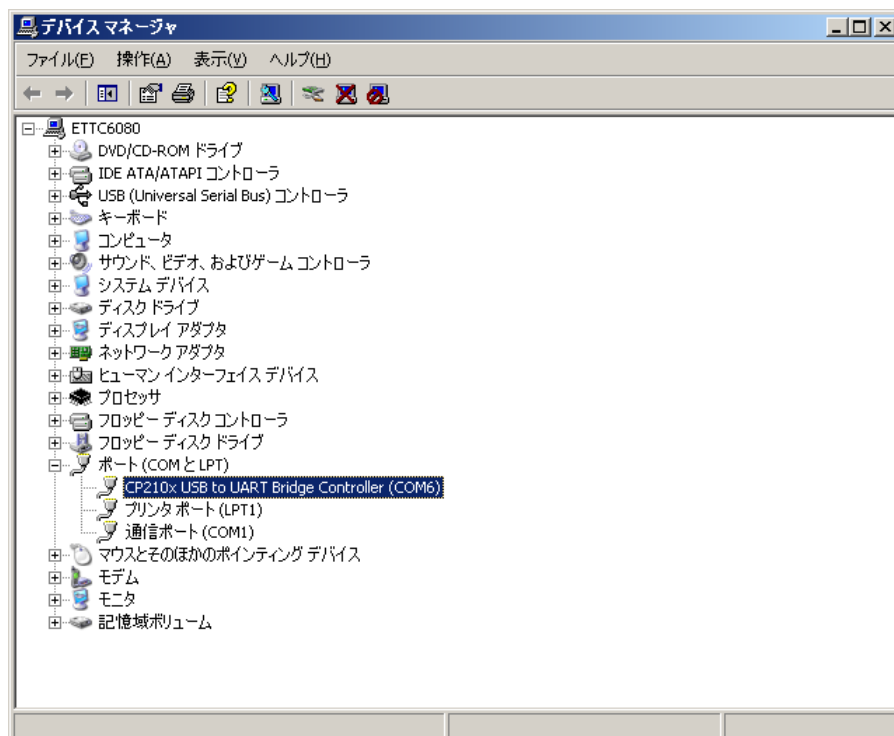
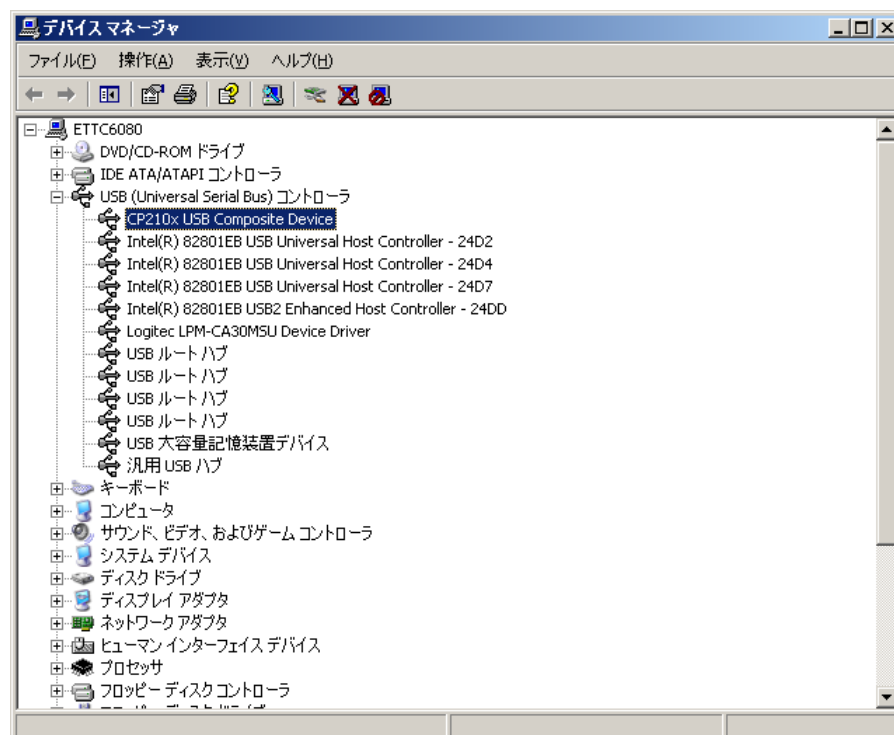

図13-2
図13-3
上記手順で確認して、図 13-2 [CP210x USB to UART Bridge Controller]、図 13-3 [CP210x USB Composite Device] の項目が表示されている時は、次項目で記載する復旧手順が適用されます。
- ① 図 13-3にて右クリックし、[プロパティ] をクリックします。
13.1.1 確認方法の図 13-3 [CP210x USB Composite Device] から、下図 13-14 のカーソル部 [USBXpress Device] にデバイス種類が替わっていることを確認します。